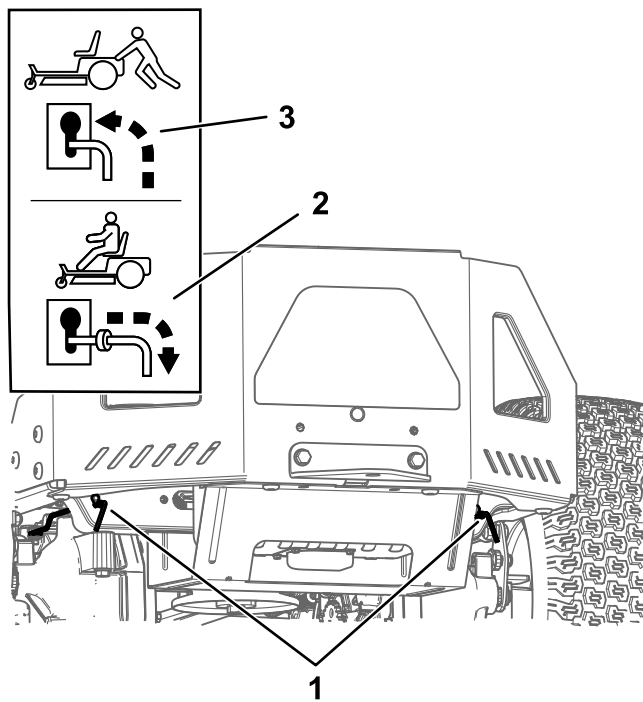

Bild 31
- Schieben Sie beide Bypasshebel nach vorne durch den Schlitz und nach unten, um sie zu arretieren (Bild 31).